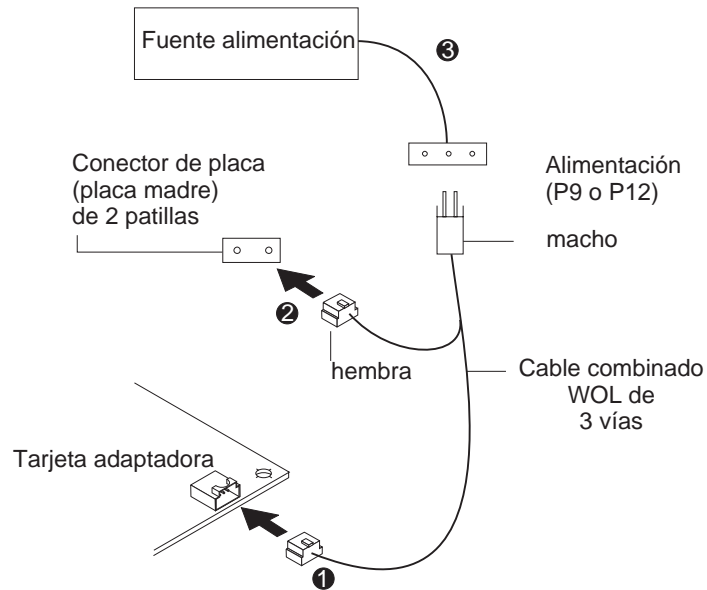

Figura 1-4. Conexión del cable Wake on LAN de 3 vías
2. Conecte el extremo hembra de 3 patillas del cable 08L2558 al conector de 3 patillas Wake on LAN del adaptador, tal como se muestra en la Figura 1-4 en la página 1-6.
5. Localice el conector de señal Wake on LAN de 2 patillas en la placa del sistema, como se muestra en la Figura 1-4. En el extremo macho-hembra del cable de 3 vías, conecte el conector hembra al conector de 2 patillas de la placa.